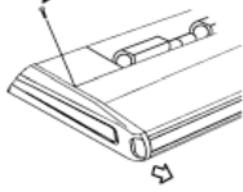

Abb. 24
- Lösen sie das seitliche Paneel durch das Losschrauben der Befestigungsschrauben und ziehen Sie es in Richtung nach vorne (in Richtung der Pfeile) (siehe Abb. 24).